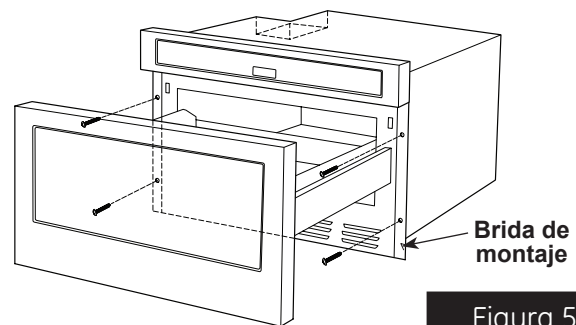

Figura 5
3. Deslice el cajón completamente hasta que la brida de montaje esté al ras de la cara del gabinete. Ver figura 5.
Ver figura 5.